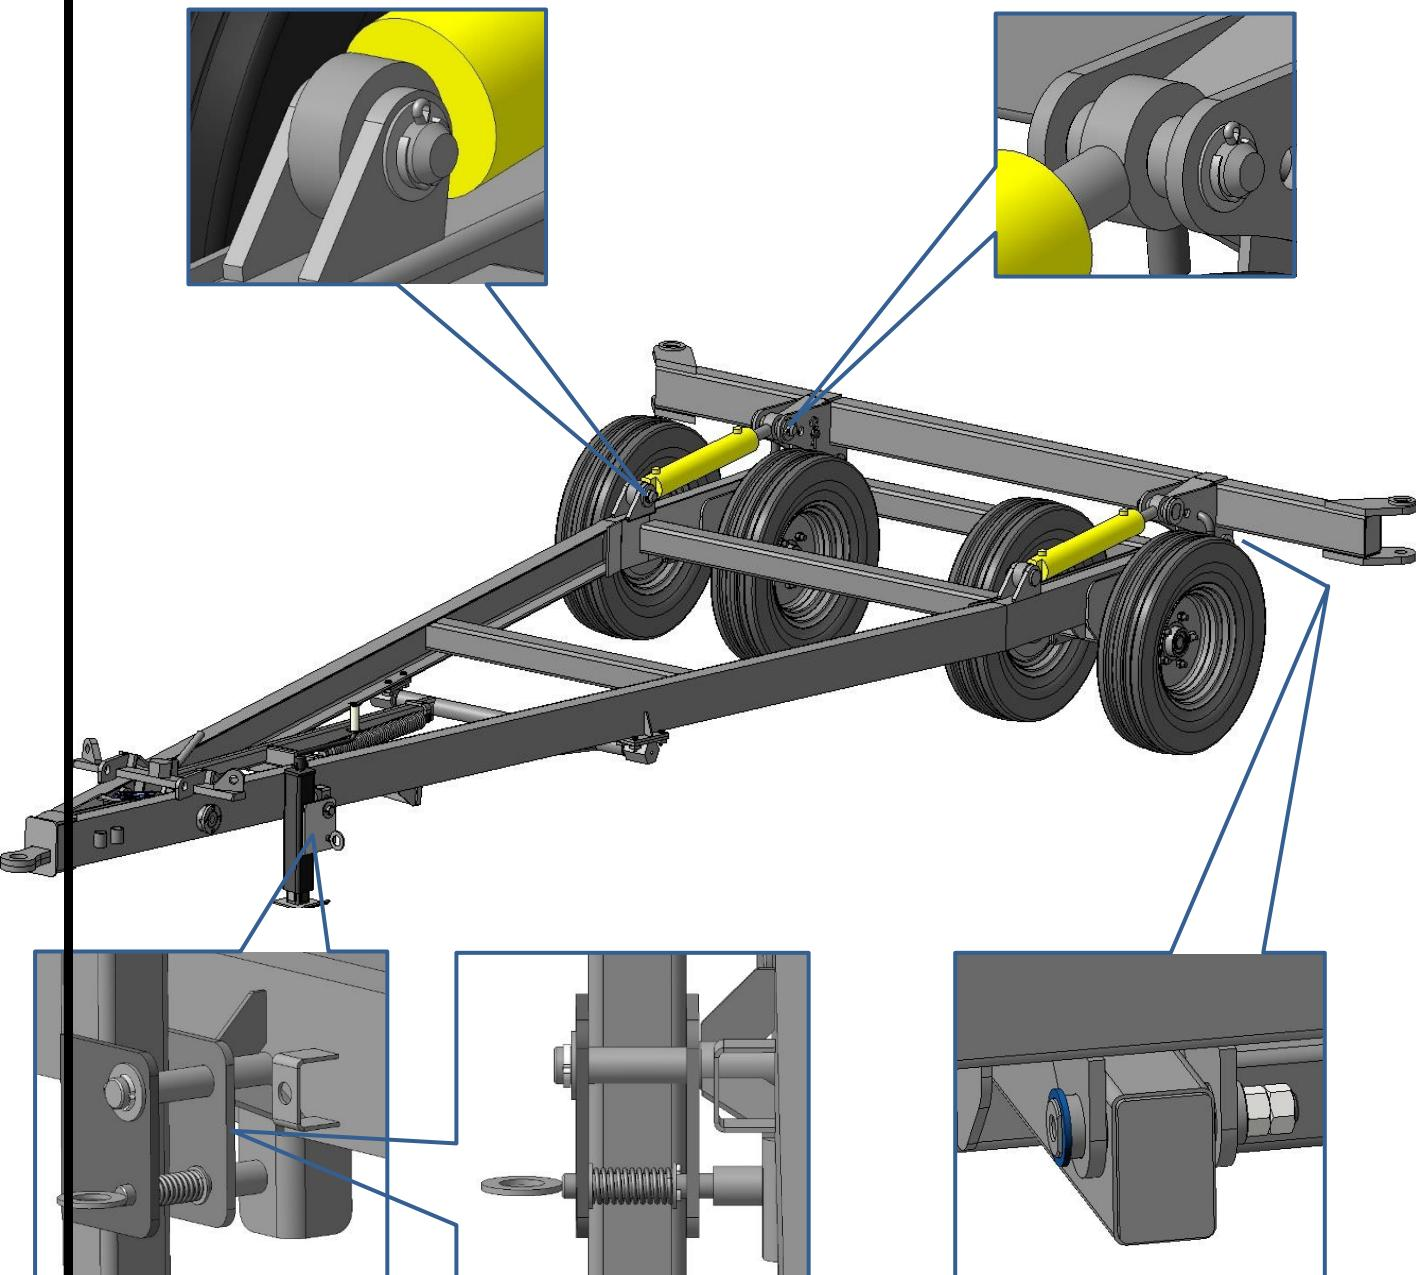

Рисунок 12 – Сборка снаряда с рамой
- установить на с니цу колеса и домкрат (рисунок 12);